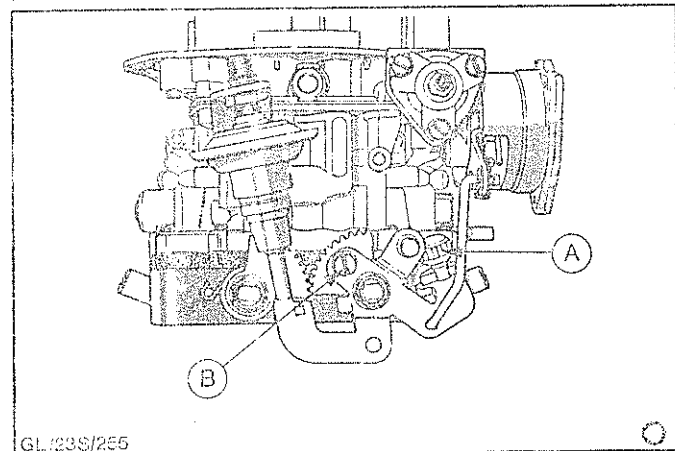

Abb.28 Drosselklappen-Synchronisierung einstellen
22. Drosselklappen-Synchronisierung wie folgt prüfen und einstellen, Abb.28.